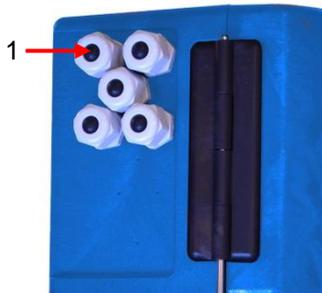

Abbildung 16
1. Entnehmen Sie die Blindstopfen aus den entsprechenden Kabeldurchführungen (siehe Abbildung 16).